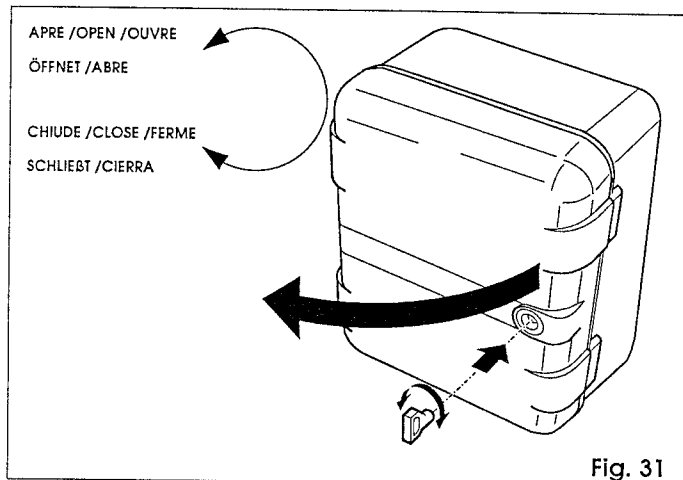

Fig. 31
- 1) Aprire mediante l'apposita chiave cava triangolare lo sportello del contenitore della centralina oleodinamica (Fig.31)